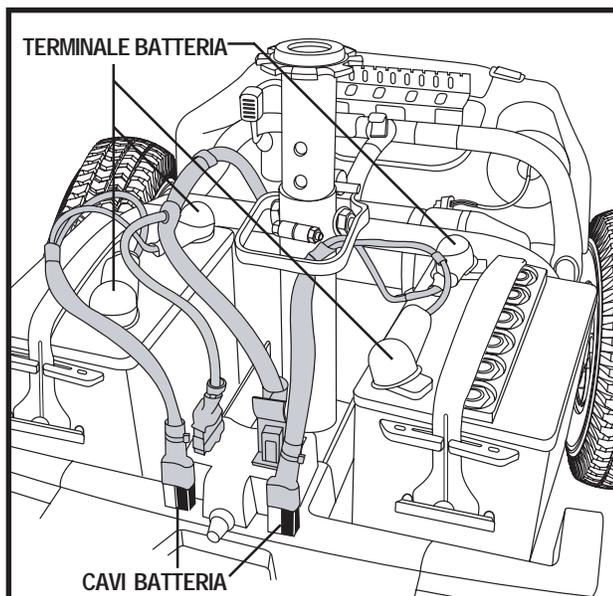

Figura 13. Gruppi batteria e cavi batteria
3. Scollegare il gruppo della batteria sollevandolo verso l'alto. Vedere figura 13.